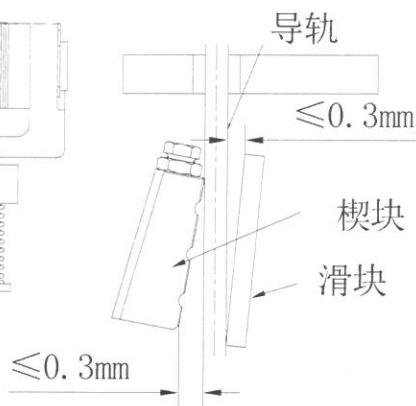

图 5
2.2.4. 安全钳楔块工作面与导轨贴合接触后，楔块两端与导轨侧面的间隙差不应超过  $0.3\text{mm}$ (图 5)。